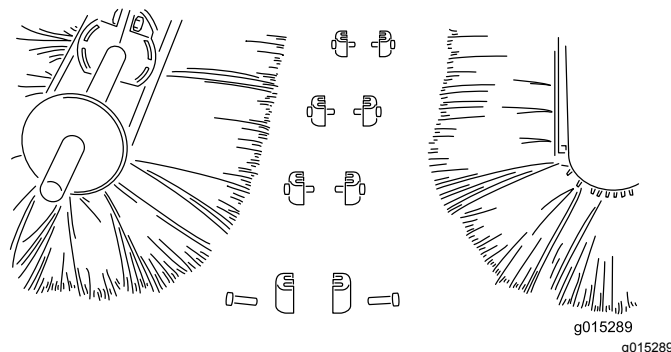

Рисунок 30
4. Отделите друг от друга половинные части щетки и удалите в отходы поврежденную секцию (секции) (Рисунок 30).